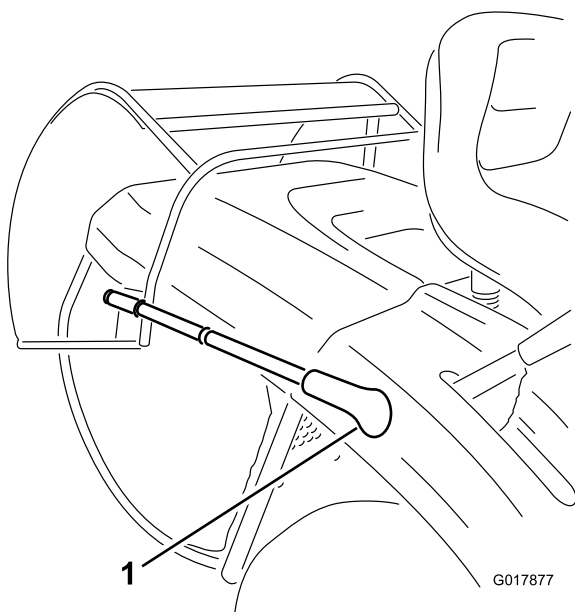
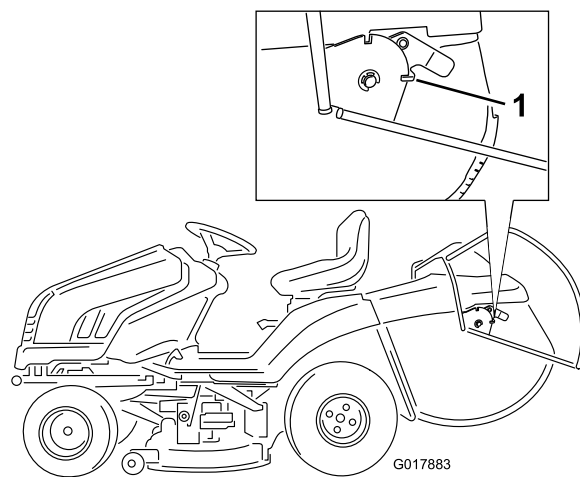

Figure 17
Figure 18
3. Tirez le levier de vidage du bac à herbe vers l'avant et faites basculer le bac à herbe (Figure 17) jusqu'à ce que le verrou s'enclenche et bloque le bac à herbe en position ouverte (Figure 18).